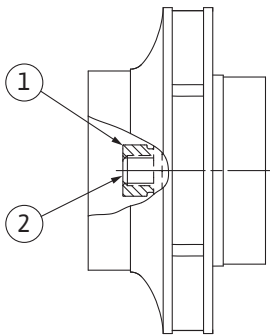

Fig. 111: Skovlmutterens korrekte posisjon etter montering
8. Hold fast akselen med skiftenøkkel, og stram skovlmutteren med det foreskrevne tiltrekningsmomentet (se tabellen «Tiltrekningsmomenter» [► 33]). Mutteren (Fig. 111, pos. 1) må flukte med akselenden (Fig. 111, pos. 2) med ca. $\pm 0,5$ mm. Hvis så ikke er tilfelle, må mutteren løsnes og arbeidstrinn 4 – 8 foretas på nytt.